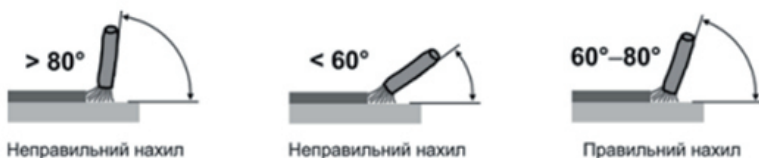

Рисунок 6. Кут розташування електрода із покриттям до деталі під час ручного дугового зварювання («ММА»).
1. Для отримання міцного зварювального з'єднання, крім правильного вибору зварювального струму, необхідно забезпечити правильне положення електрода до поверхні зварювання. Кут нахилу електрода бажано встановлювати у 60-80° (див. рис. 6). Занадто великий кут нахилу електрода веде до пористого зварювального шва, а занадто малий — до утворення великої кількості бризок металу й дуга стає нестійкою.